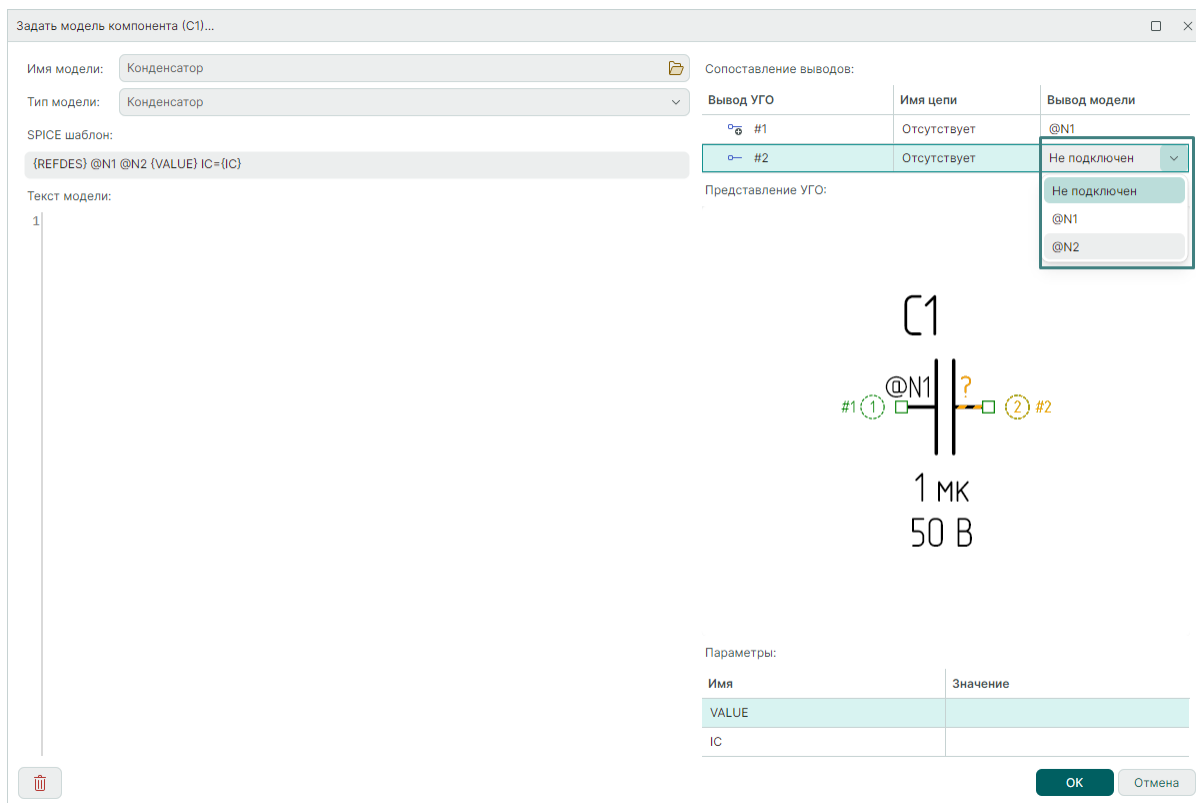

Рис. 21 Сопоставление выводов в окне «Задать модель компонента»
3. Сопоставить выводы в поле «Вывод модели» из таблицы «Сопоставление выводов», выбрав из выпадающего списка соответствующий вывод модели для каждого вывода УГО, см. Рис. 21.